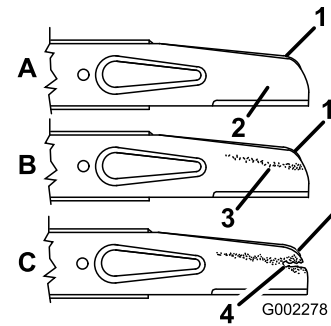

Figura 26
2. Retire las tuercas de la cuchilla, el acelerador y la cuchilla (Figura 26).